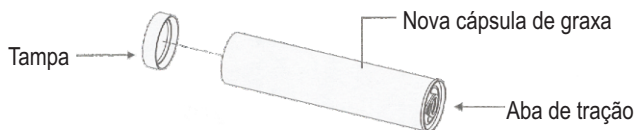

Fig.3
4. Remova a tampa da cápsula de graxa e insira a cápsula no tubo do recipiente. Depois remova a aba de tração. Veja a Fig. 3.